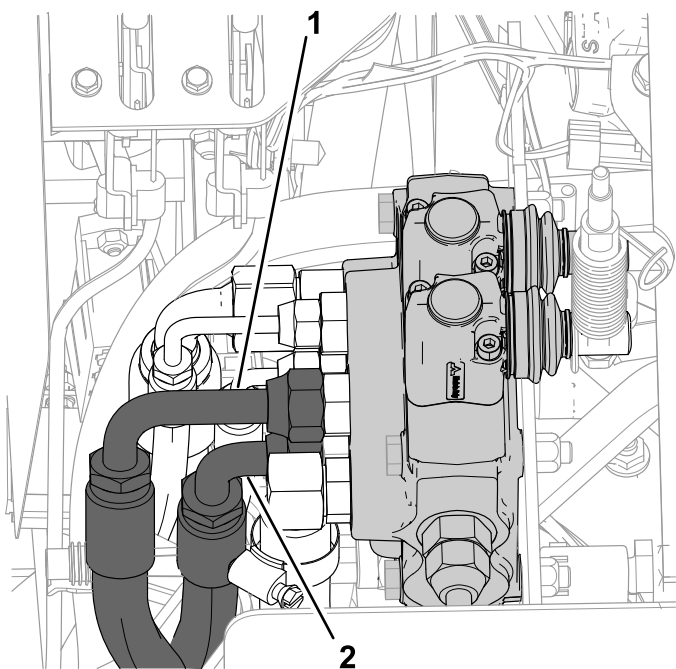

Figura 15
2. Collegate il raccordo a gomito corto alla porta inferiore della valvola (Figura 15).
5. Collegate il raccordo a gomito lungo alla porta superiore della valvola (Figura 15).